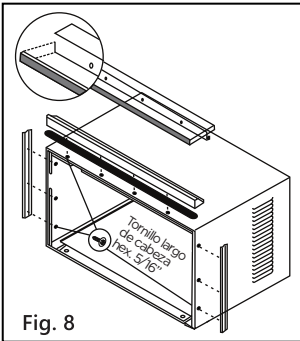

Fig. 8
C. Instale el carril superior y los retenedores laterales en el gabinete como se muestra en la Fig. 8 (10 tornillos).